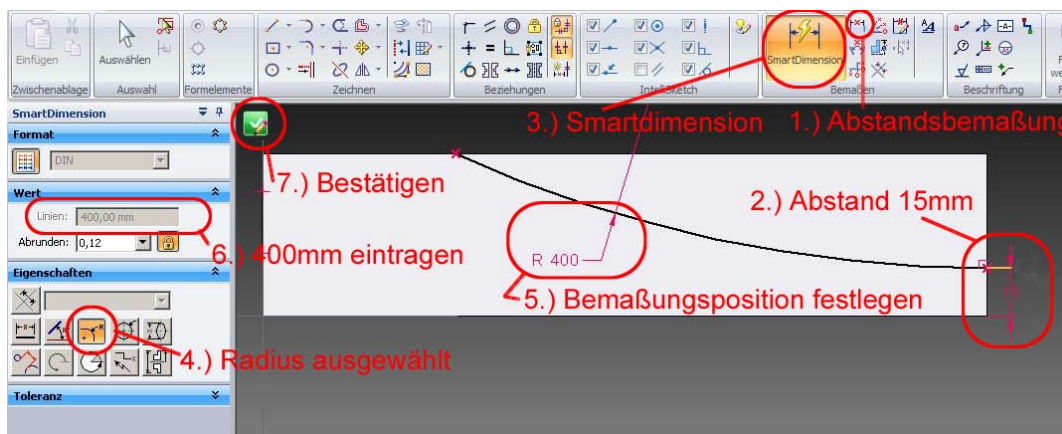

Abb. 27 Tangentenbogen bemaßen
47. Klicken Sie auf **-Abstandsbemaßung-** und tragen Sie an der rechten Kante einen Abstand von 15mm ein (Abb. 27 1 u. 2).
48. Klicken Sie auf SmartDimension (Abb. 27 3).
49. Überzeugen Sie sich, dass im Feld *-Eigenschaften-* die Schaltfläche *-Radius-* ausgewählt ist (Abb. 27 4).
50. Positionieren Sie mit der Maus die Lage der *-Radienbemaßung-* (Abb. 27 5) und klicken Sie. Tragen Sie bei *-Wert-* das Maß *-400mm-* ein (Abb. 27 6) klicken Sie, und bestätigen Sie Ihre Skizze (Abb. 27 7).